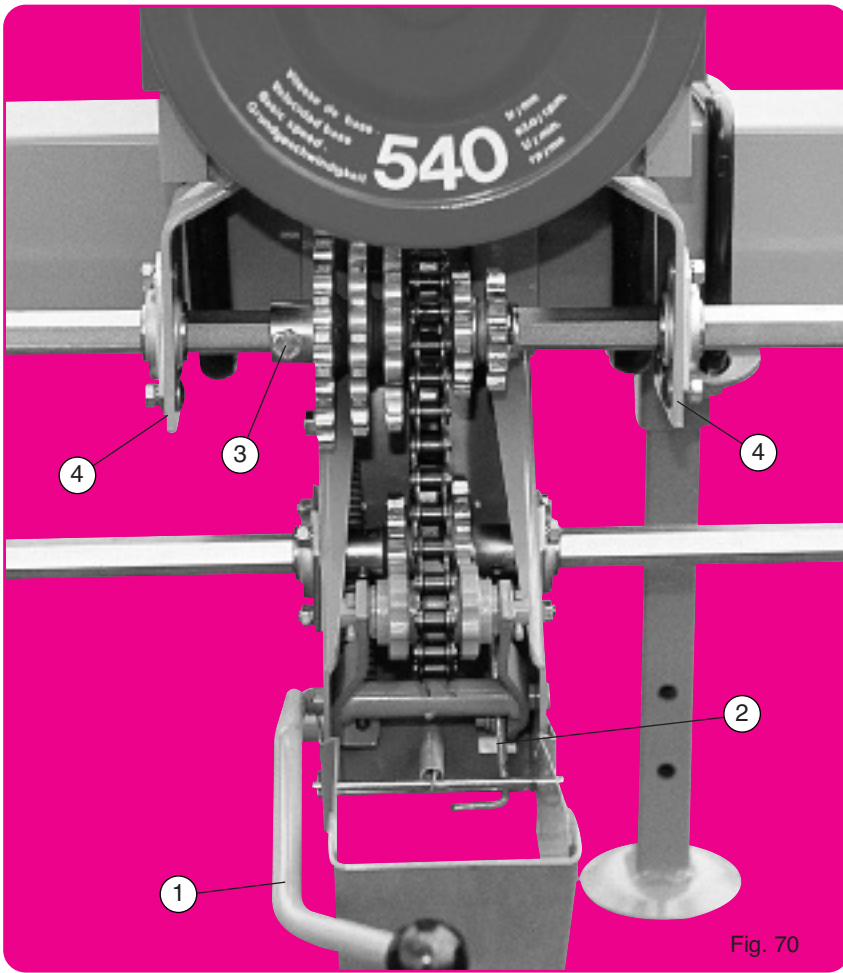

Fig. 70
- Montage normal (fig.70) pour semoir à nombre de rangs pair et inter-rangs supérieur à 45 cm.
- Normal assembly (fig. 70) for planters with an even number of rows and inter-row spacing over 45 cm (18")
- Montaje normal (fig. 70) para sembradora con número par de filas y distancia entre hileras superior a 45 cm.